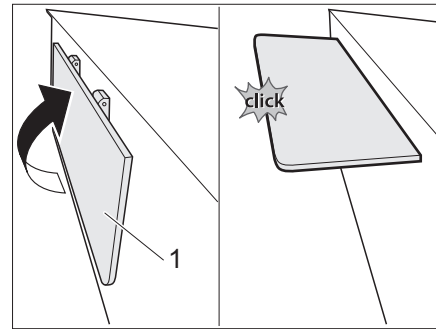

Fig. 111 Colocar el borde de apoyo
- Girar el borde de apoyo hacia arriba hasta que encaje en su lugar (Fig. 111,1).